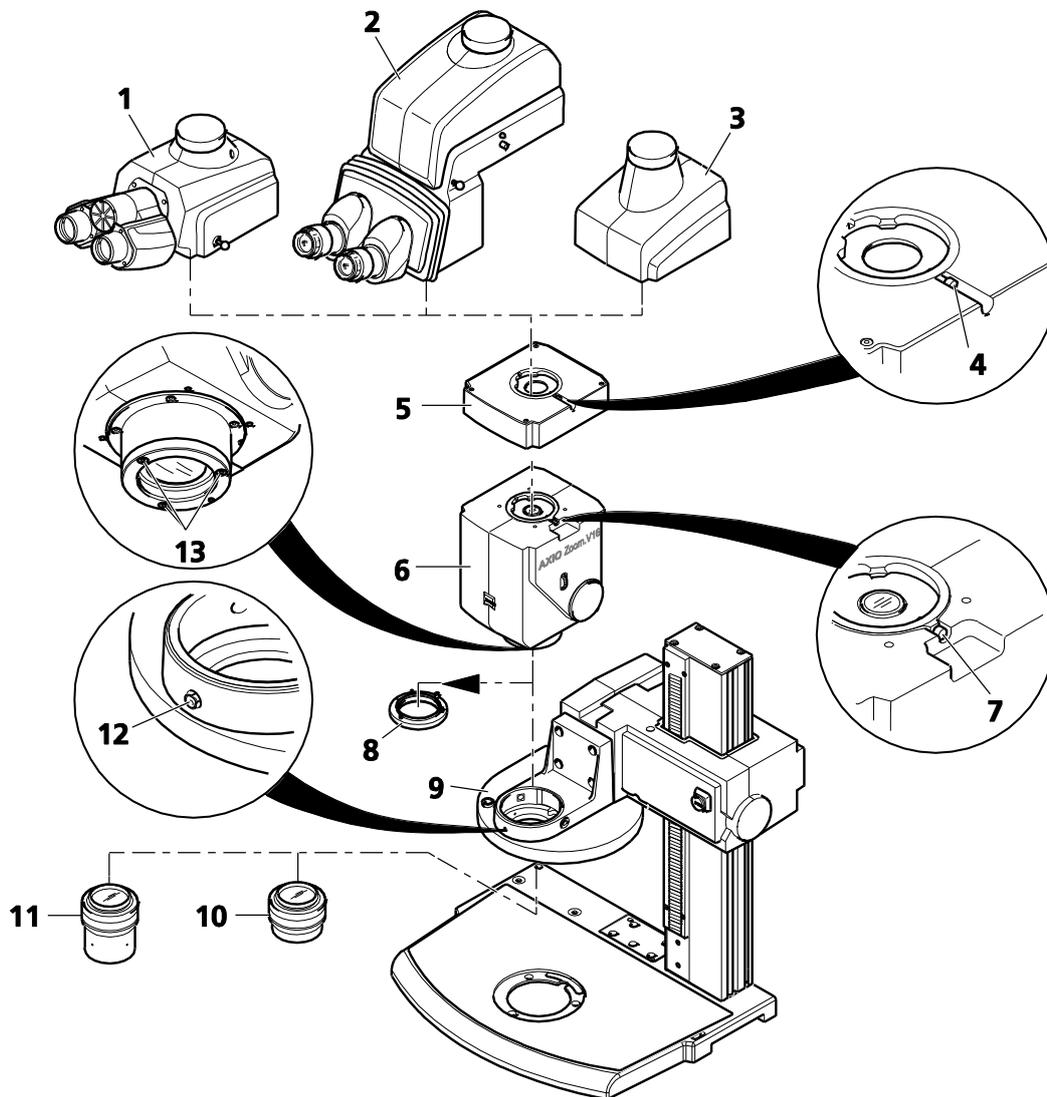

Fig. 6 Montage du microscope
- Si la tourelle porte-objectifs est utilisée, retirer la bague fileté (Fig. 6/8) située sur la lentille frontale du corps du microscope. Pour ce faire, dévisser les trois vis à six pans creux imperdables (Fig. 6/13).
- Insérer le corps du microscope (Fig. 6/6) dans le fût ( $\varnothing$  76 mm) du support ou de la tourelle porte-objectifs (Fig. 6/9), l'aligner et le serrer à la main (Fig. 6/12).
- Visser l'objectif (Fig. 6/10) dans le sens inverse des aiguilles d'une montre dans le corps du microscope jusqu'à ce qu'il s'enclenche. Visser un deuxième objectif (Fig. 6/11) dans la tourelle porte-objectifs, si nécessaire.
- Insérer les tubes (Fig. 6/1, 2, 3) ou les tubes intermédiaires (Fig. 6/5), le support en queue d'aronde dans le corps du microscope, puis serrer à la main avec une vis à six pans creux (Fig. 6/7 ou 4) à l'aide d'un tournevis à tête sphérique.
-  Un tube intermédiaire (tube d'espacement, Fig. 6/5) ou un Fluar Illuminator Z mot.) peut être monté entre le corps du microscope et le phototube binoculaire. Cela augmente la hauteur de l'oculaire de 40 mm.